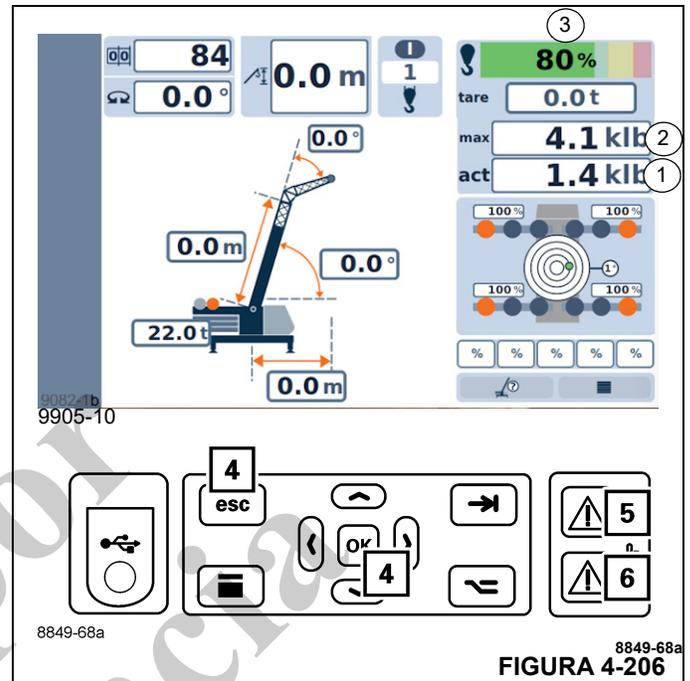

FIGURA 4-206
- Después de cinco segundos, puede apagar el tono del zumbador utilizando el botón (4, Figura 4-206).
- La luz (6) se ilumina.
- La pantalla (3) muestra el grado de utilización actual; por ejemplo, 100 %; la barra es de color rojo.
- El valor en la pantalla (1) es igual o mayor que el valor en la pantalla (2).